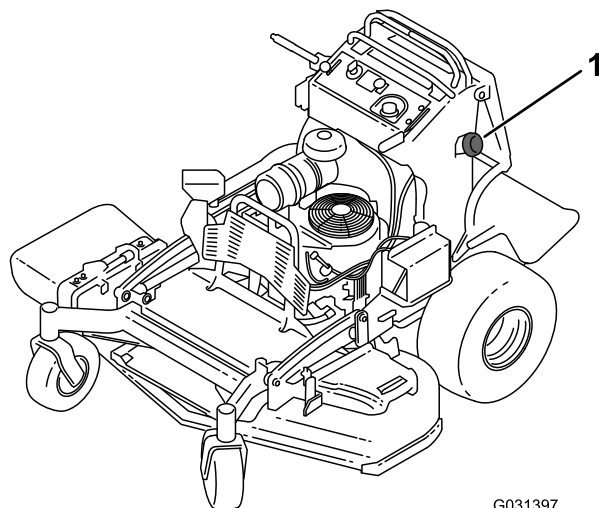

図 45
3. 燃料タンクにごみが入るのを防止するために、キャップ 図 45 の周囲をきれいに拭く。